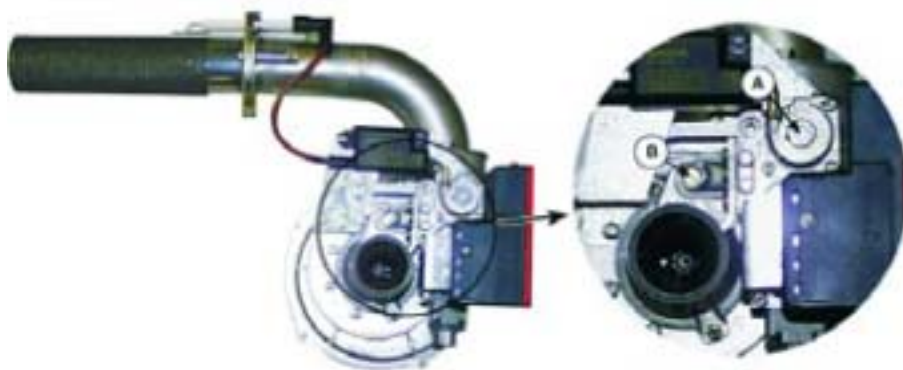

Рис. 6.3.7.1
- b. отрегулируйте регулятор потока В (рис. 6.3.7.1): для уменьшения величины потока - поверните по часовой стрелке, для увеличения потока - против часовой стрелки (размаха хода винта достаточно для плавной и точной регулировки расхода газа);
- b. снимите заглушку с регулятора давления газового клапана А (рис. 6.3.7.1): для увеличения величины расхода газа - поверните по часовой стрелке, для уменьшения потока - против часовой стрелки (размаха хода винта достаточно для плавной и точной регулировки расхода газа);